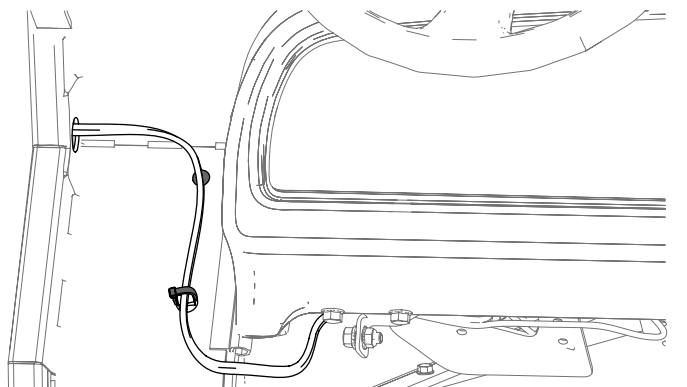

Figura 14
1. Enrute el arnés de cables por debajo del panel de control; instale la brida con clip en el orificio inferior del panel lateral y el tapón en el orificio superior (Figura 14).